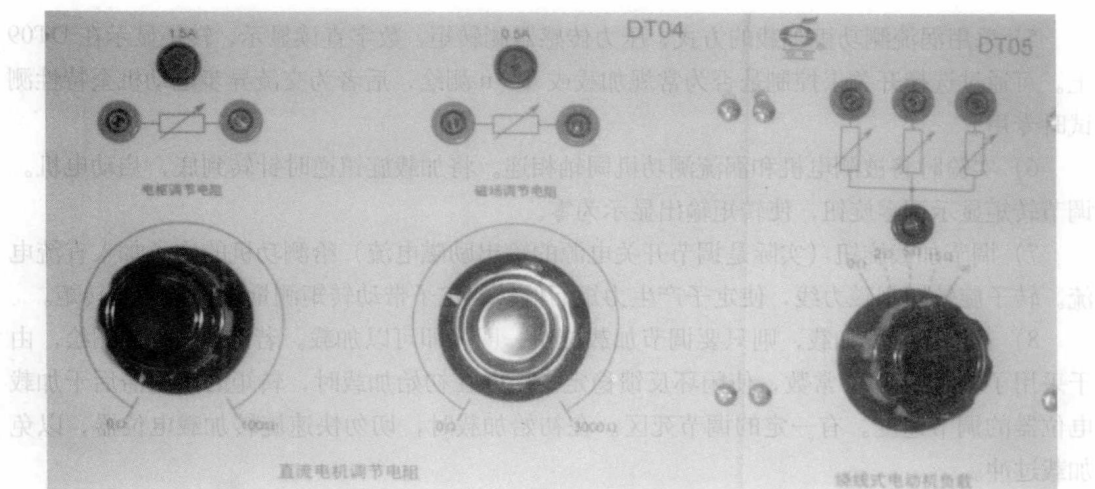

图 1-3 DT04 和 DT05
4. DT04 直流电机调节电阻 (图 1-3)
5. DT05 绕线电机调节电阻 (图 1-3)